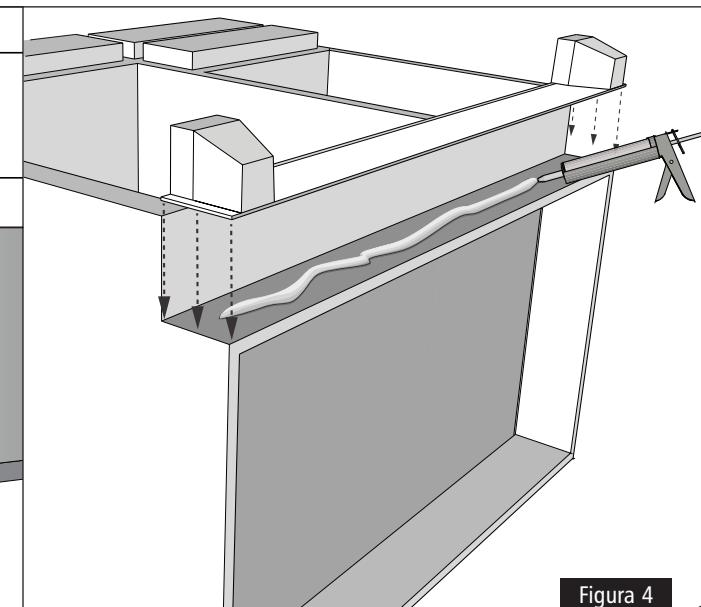

Figura 4
- 7 Aplique un cordón de pegamento al zócalo del armario como se muestra en la figura 4.